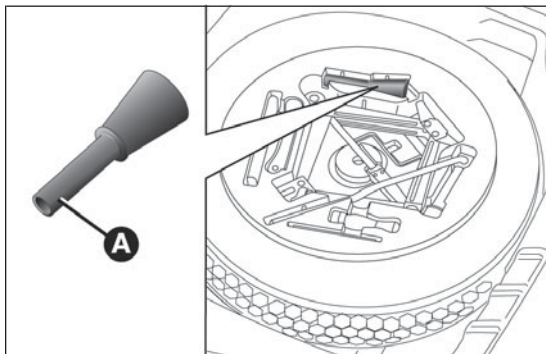
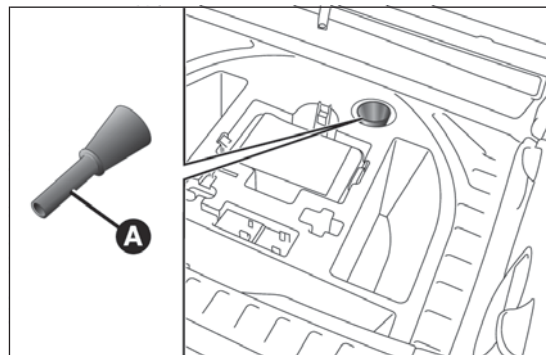

fig. 128
fig. 129
- ☐ abrir el maletero y utilizar el correspondiente adaptador A situado en la caja de herramientas (versiones equipadas con rueda de repuesto - para versiones/países donde esté previsto) fig. 128 o en la caja del Fix&Go Automatic (versiones equipadas con Fix&Go Automatic) fig. 129;